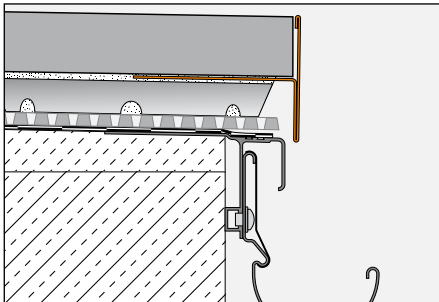

Fig. 3
3.3 Ved brug af sokkellaget Schlüter-TROBA-STELZ-MR (fig. 3) integreres profilen BARA-RT/BARA-RTC i mørtelpunktet. Afslutningsprofilen dækker den frie kant af belægningskonstruktionen. Herefter lægges de selv bærende pladeelementer på sokkellaget.